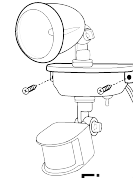

Fig. 3
2. Usando dos de los tornillos de montaje provistos, monte el artefacto en una superficie sólida, a 2,45 –3,65 m (8 – 12 pies) de altura sobre el suelo, insertando los tornillos en los agujeros situados a ambos lados del artefacto (Fig. 3). Ajuste el cabezal sensor, de modo que los interruptores de control queden mirando hacia el suelo. Retire la etiqueta del frente del cabezal sensor.